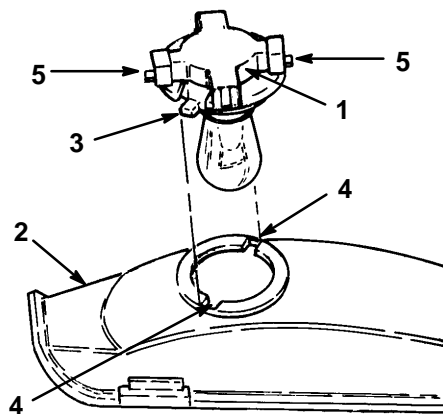

Figure 17
3. Dévisser l'embase d'un quart de tour vers la gauche et la retirer du réflecteur (Fig. 17).
2. L'embase de l'ampoule présente deux languettes (Fig. 17). Aligner ces languettes face aux rainures du réflecteur, insérer l'embase dans le réflecteur et la visser à fond d'un quart de tour vers la droite.